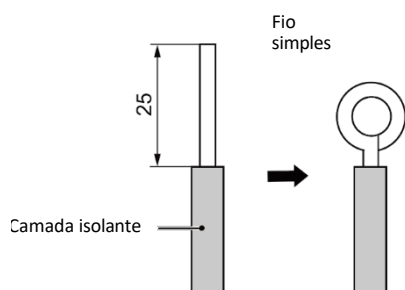
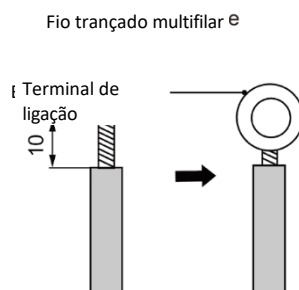

Fig. 5.1
Fig. 5.2
(1) Ligação do fio (conforme indicado na Fig. 5.1)
- ❶ Desencape cerca de 25 mm de isolamento da extremidade do fio com um alicate de desencapamento e corte.
- ❷ Retire os parafusos de ligação do terminal.
- ❸ Passe a ponta do fio pelo anel com um alicate de bico longo e mantenha o calibre do anel alinhado com o parafuso.
- ❹ Utilize a chave de fendas para apertar o terminal.
(2) Ligação do fio trançado (conforme indicado na Fig. 5.2)
- ❶ Desencape cerca de 10 mm de isolamento da extremidade do fio trançado com um alicate de desencapamento e corte.
- ❷ Desaperte os parafusos de ligação no bloco de terminais.
- ❸ Insira o fio no terminal de anel e aperte com a ferramenta de crimpagem.